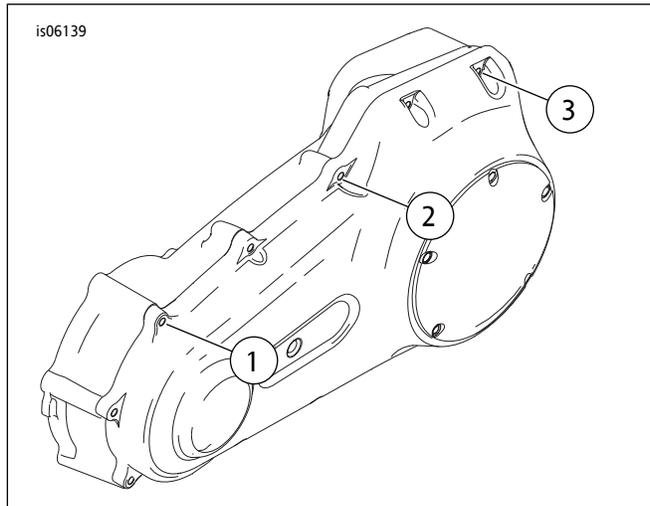

图1。按照图示拆卸三个原厂设备螺丝
1. 参见图1。拆下原厂设备紧固件，如图1所示。保留螺丝( 3 )待用。